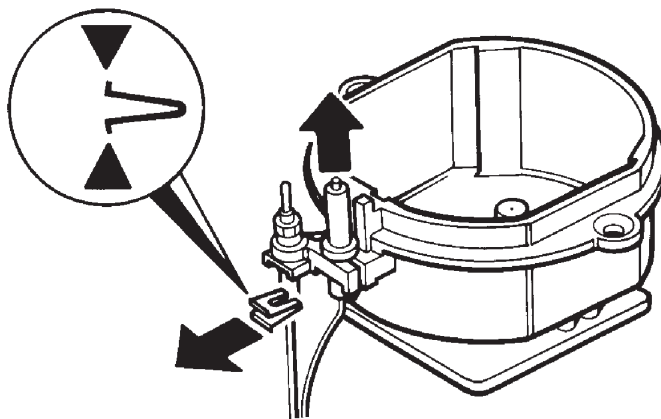

Fig. 8
4. Enlevez la pince à ressort tenant en place le corps du brûleur (Voir Fig. 8), et enlevez l'électrode ainsi que le câble.